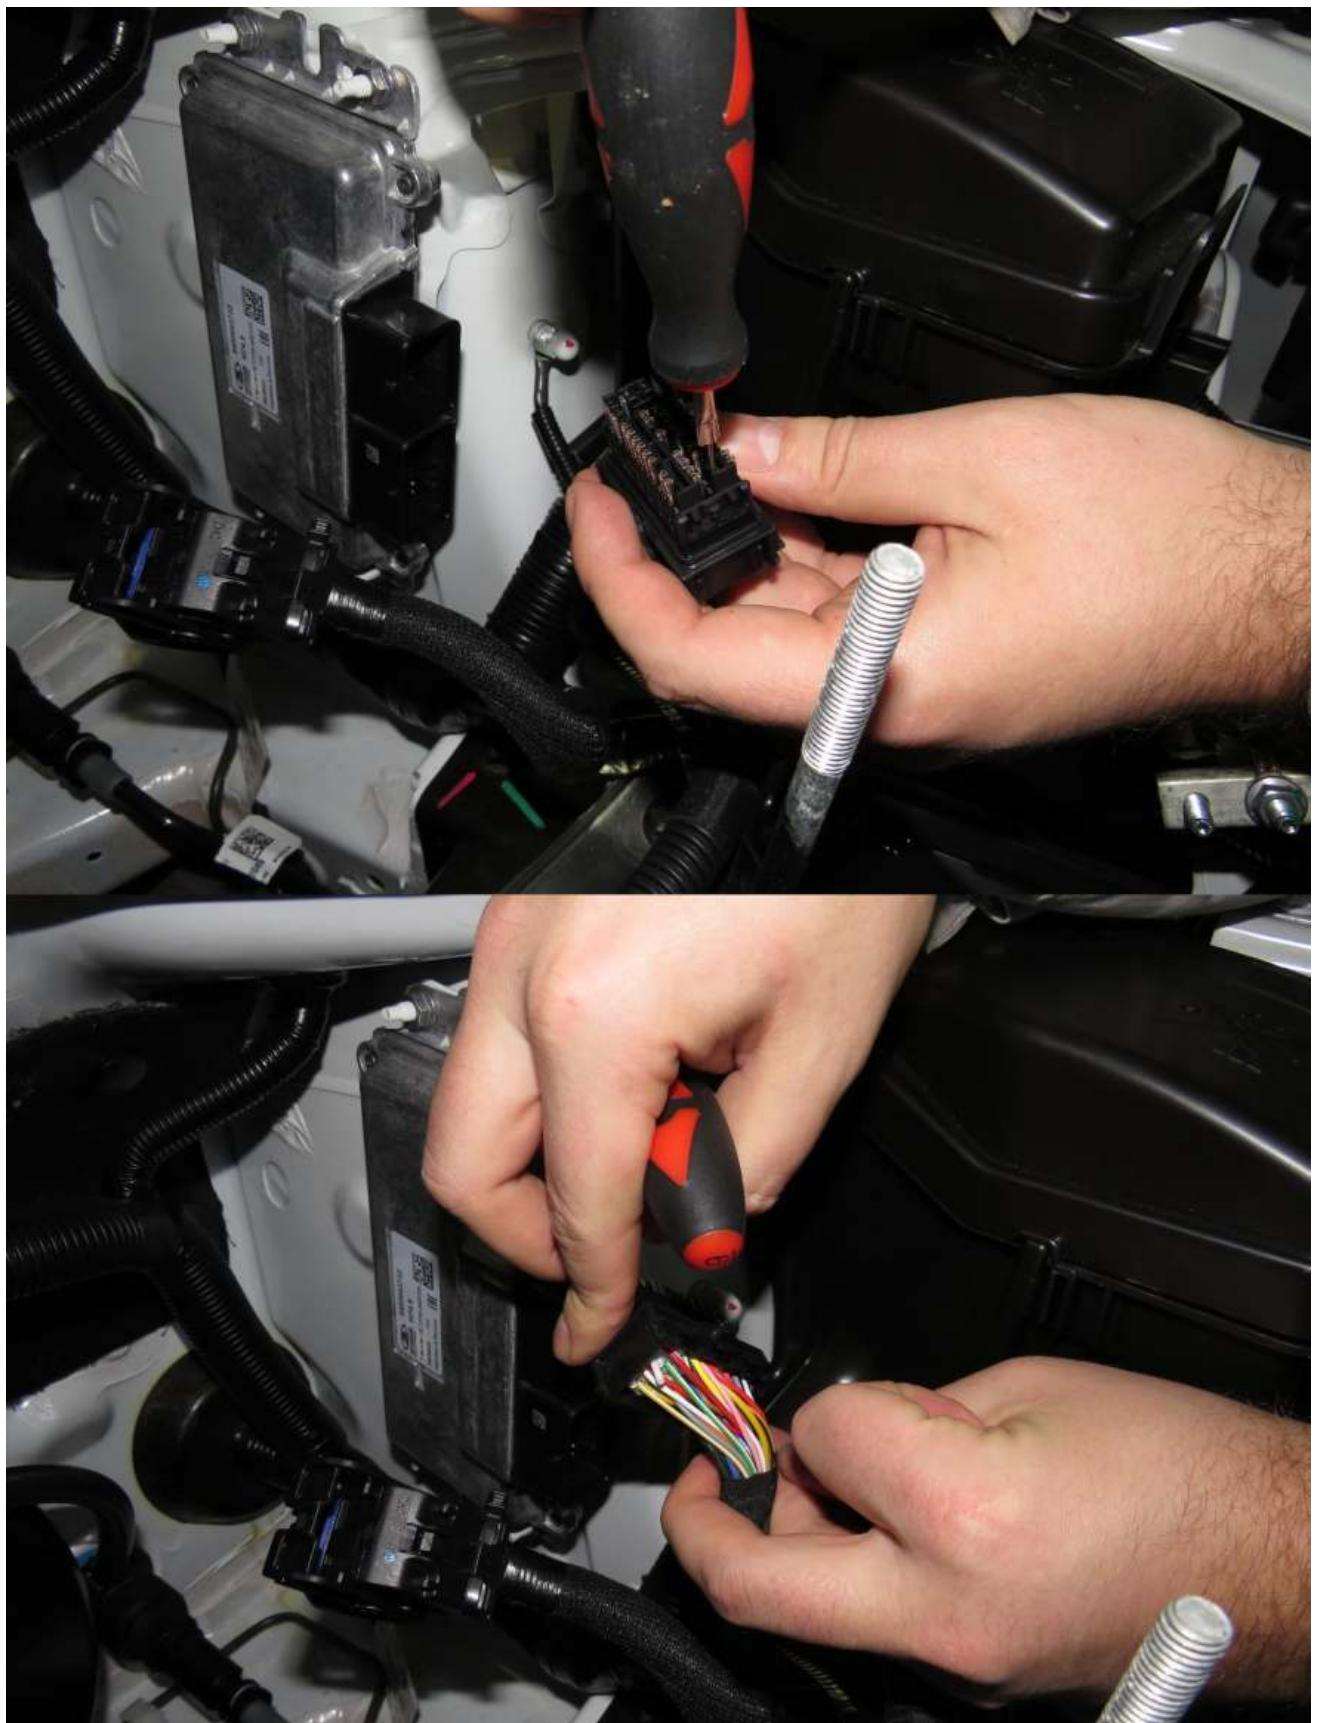

Рис.7.
9. С помощью экстрактора извлечь заглушку из ячейки A2 (рис.7)